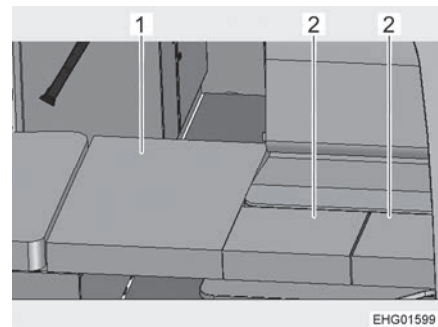

Bild 108 Nach dem Umbau
- Das große Zusatzpolster (Bild 108,1) auf das Stützbrett im Gang legen.
- Die kleinen Zusatzpolster (Bild 108,2) auf den Tisch legen.